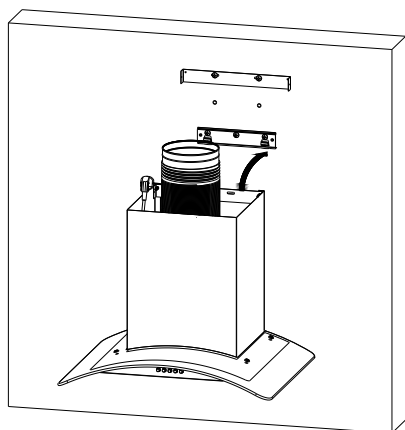

Рисунок 6
6. Вытяжка должна быть подвешена на расстоянии 650 - 750 мм над уровнем варочной панели для ее безопасной и эффективной эксплуатации. См. Рисунок 6.
4. Повесьте вытяжку на планке для крепления вытяжки. См рис. 6.